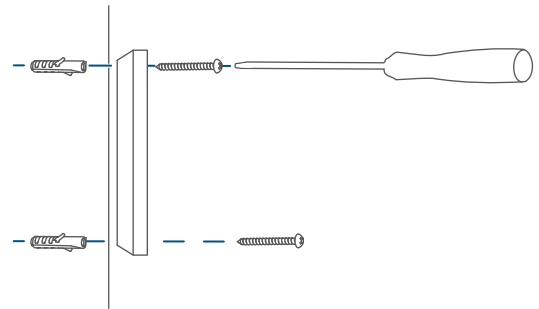

Figura 12
- Inserte la unidad electrónica (A) en el soporte (v. figura 12). Compruebe que la unidad electrónica esté bien encajada en el soporte de la pared.